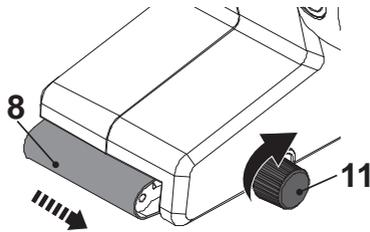

Fig. 4
1. Assurez-vous que l'interrupteur marche/arrêt (3) soit en position arrêt. Connectez ensuite la fiche à une prise adaptée.
2. Tenez fermement le produit et appuyez sur l'interrupteur marche/arrêt (3) puis relâchez-le. La bande abrasive tourne pendant un court instant pour vérifier le positionnement correct.
3. Pendant que la bande tourne, tournez le bouton de réglage de l'alignement (7) pour aligner la bande abrasive au centre des rouleaux (10, 12).
4. Tournez le bouton de réglage de l'alignement (7) dans le sens horaire pour aligner la bande abrasive (8) sur la gauche (du point de vue de l'opérateur) (Fig. 4).